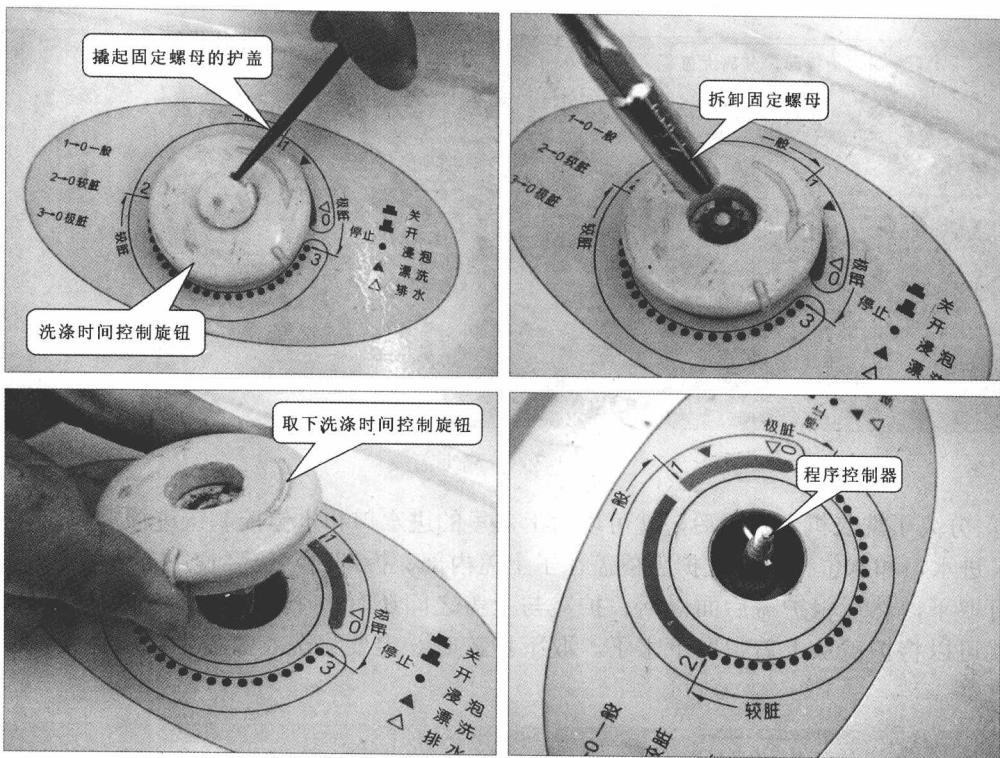

图 1-5 洗涤时间选择旋钮的拆卸
③ 海尔小小神童迷你型洗衣机用于控制洗涤时间的旋钮是由一个螺母固定的，取下来的时候，需要将覆盖固定螺母的护盖撬开，然后将其取下来，如图 1-5 所示。